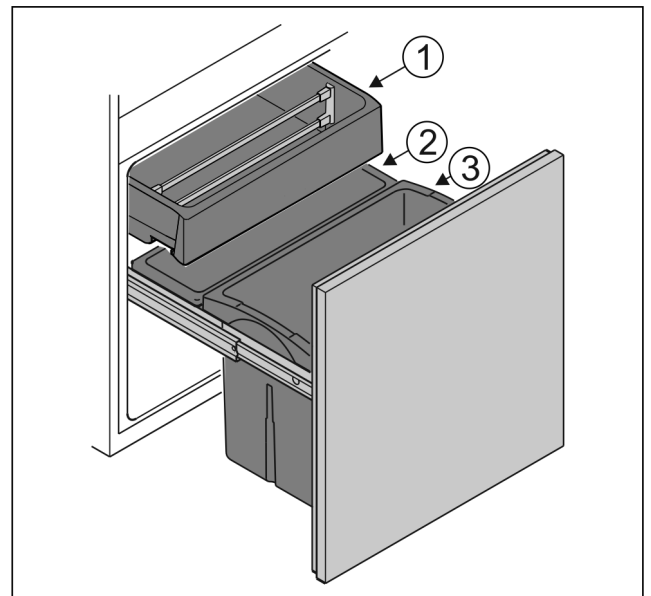

Fig. 6
- Contenitore Fig. 6 (1): Conservare la verdura non confezionata e la frutta esotica.
- Contenitore Fig. 6 (2): Conservare la frutta e la verdura di piccole dimensioni non confezionate.
- Contenitore Fig. 6 (3): Conservare le bottiglie singole.